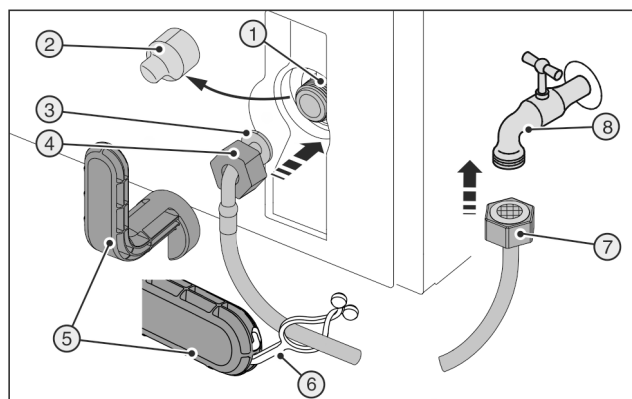
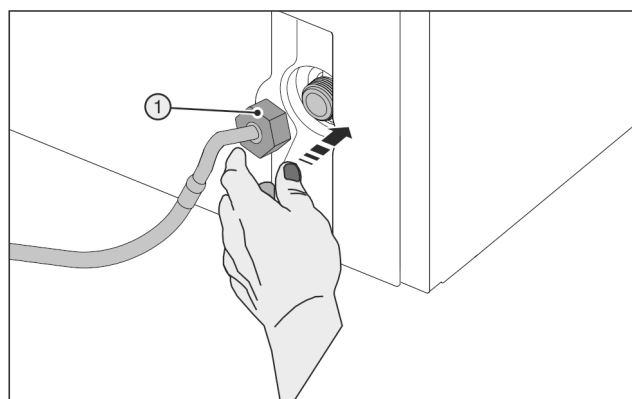

Fig. 51 *
Fig. 52
- ▶ Abdeckung Fig. 51 (2) abziehen.
- ▶ Erleichterte Montage: Gerades Schlauchende Fig. 51 (7) nach links auf den Boden auslegen.
- ▶ Mutter Fig. 51 (4) über abgewinkeltes Schlauchende Fig. 51 (3) bis zum Ende schieben und festhalten.
- ▶ Mutter Fig. 52 (1) vorsichtig ansetzen und gerade auf Gewinde schrauben.
- ▶ Mutter Fig. 52 (1) vorsichtig ansetzen und mit zwei Fingern gerade auf Gewinde schrauben, bis ein sicherer, fester Sitz erreicht ist.
Zerbrochenes Hilfswerkzeug Fig. 51 (5) !
► Hilfswerkzeug Fig. 51 (5) ausschließlich bei Raumtemperatur verwenden.
► Mutter Fig. 52 (1) mit Hilfswerkzeug Fig. 51 (5) im Uhrzeigersinn festziehen bis maximales Drehmoment erreicht ist und Hilfswerkzeug Fig. 51 (5) überdreht.
► Mutter Fig. 51 (7) auf Absperrhahn Fig. 51 (8) schrauben.
► Mutter Fig. 51 (7) mit Hilfswerkzeug Fig. 51 (5) im Uhrzeigersinn festziehen bis maximales Drehmoment erreicht ist und Hilfswerkzeug Fig. 51 (5) überdreht.
► Lasche Fig. 51 (6) in Hilfswerkzeug Fig. 51 (5) einhaken und zur Aufbewahrung am Edelstahlschlauch befestigen.
► Absperrhahn Fig. 51 (8) der Wasserzuführung langsam öffnen.